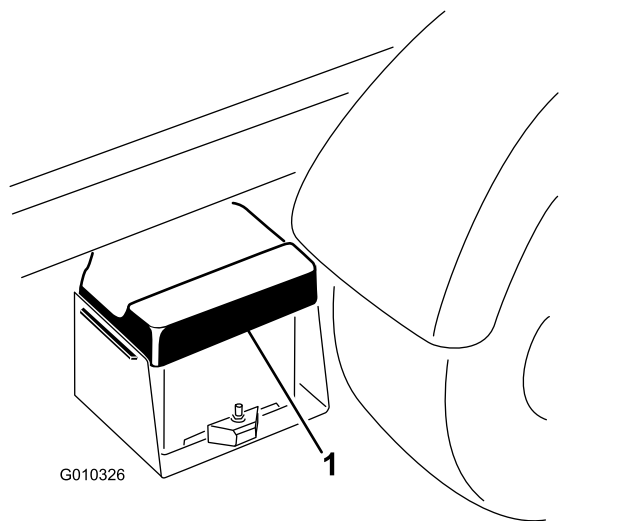

図 41
1. バッテリーカバーをたわめて、タブをバッテリーベースから外し、カバーをバッテリーから取り外す (図 41)。